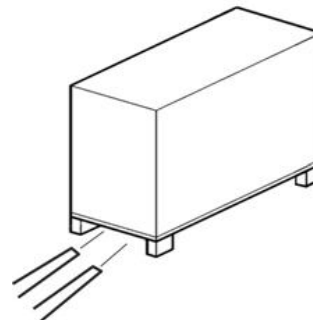

Рис. 25: Транспортировка с помощью вилочного погрузчика
1. ➔ Подвести вилочный погрузчик вилами так, как показано на Рис. 25.